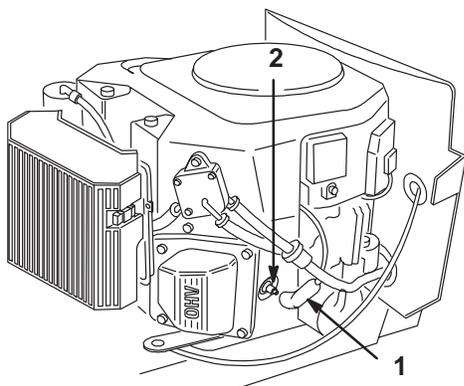

Abbildung 23
- Die Kabel von den Zündkerzen abziehen (Abb. 23). Dann den Bereich um die Zündkerzen herum reinigen, um zu verhindern, daß Schmutz in den Motor fällt und Schäden verursacht.
- Die Kabel auf die Zündkerzen drücken (Abb. 23).